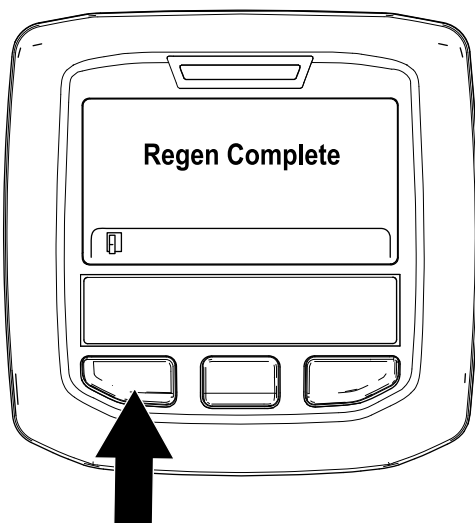

Рисунок 52
9. Когда регенерация с парковкой будет завершена, на дисплее инфо-центра появится сообщение «Regen Complete» («Регенерация завершена»). Нажмите левую кнопку, чтобы перейти на главный экран (Рисунок 52).